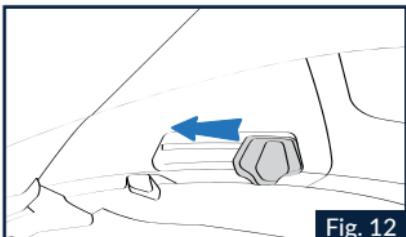

Fig. 12
1.1 Pour activer le VPS, actionner le curseur comme le montre la Fig.12, jusqu'à ce qu'on entend le déclic confirmant le positionnement souhaité du VPS.
- 3.1. Ouvrir la mentonnière du casque et baisser complètement le VPS (voir les instructions précédentes). (Fig.12).
- 4.1 Ouvrir la mentonnière du casque et actionner le curseur latéral jusqu'en fin de course (voir les instructions précédentes) (Fig. 12).